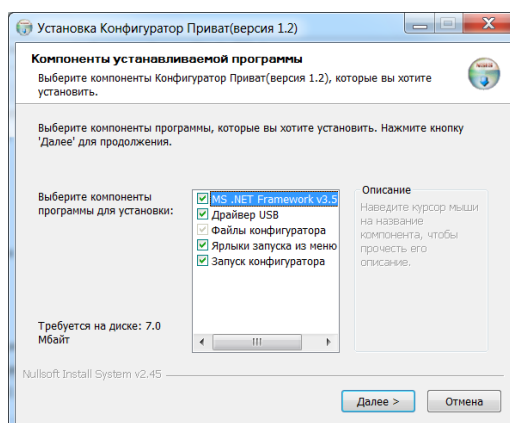

Рис. 5.1. Выбор компонентов ПО для установки
2. В открывшемся окне (рис. 5.1) выберите компоненты программного обеспечения, которые будут установлены, и нажмите кнопку *Далее*.